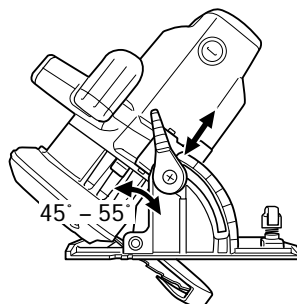

Fig. 12
Si l'on utilise un angle d'inclinaison de plus de 45°, comme indiqué sur la Fig. 12, déplacer le levier (A) vers l'intérieur, et la lame de scie pourra être inclinée à un angle maximum de 55° par rapport au socle.